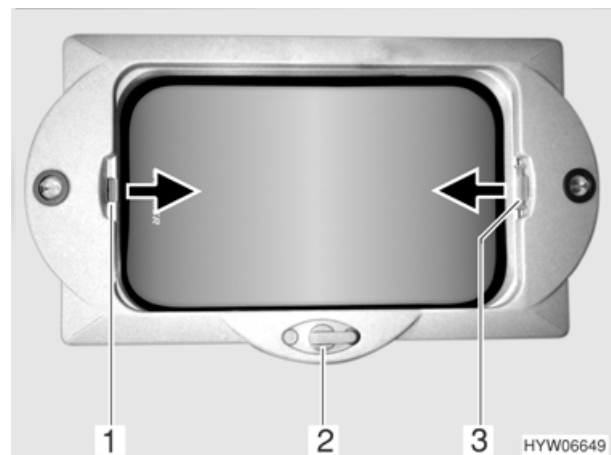

Fig. 24 Oblò a manovella
- Sollevare (aprire) o abbassare (chiudere) l'oblò a manovella ruotando la manovella (Fig. 24,2) in senso corrispondente. Il posizionamento è a piacere.
- Tirare la tendina oscurante pieghevole (Fig. 24,3) nella direzione della freccia fino alla posizione desiderata. La tendina oscurante pieghevole rimane in questa posizione.
- Tirare la zanzariera a rullo (Fig. 24,1) nella direzione della freccia fino a toccare la tendina oscurante pieghevole (Fig. 24,3).
- Premere la maniglia della zanzariera a rullo (Fig. 24,1).